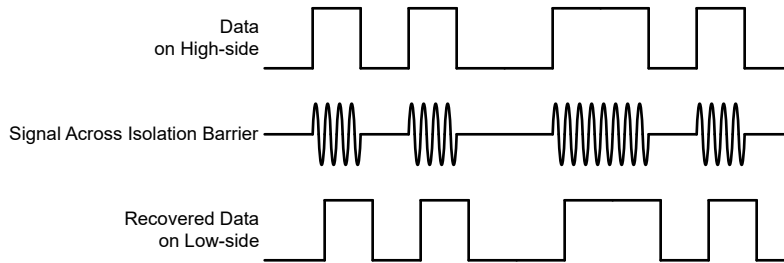

図 7-4. OOK ベースの変調方式
AMC23C14 は、SiO₂ ベースの絶縁バリア越しにコンパレータの出力状態を送信するため、図 7-4 に示すオン / オフ・キーイング (OOK) 変調方式を採用しています。「機能ブロック図」に示す送信ドライバ (TX) は、デジタル 1 を表すために内部で生成された高周波キャリアを絶縁バリア越しに送信します。デジタル 0 を表す信号は送りません。